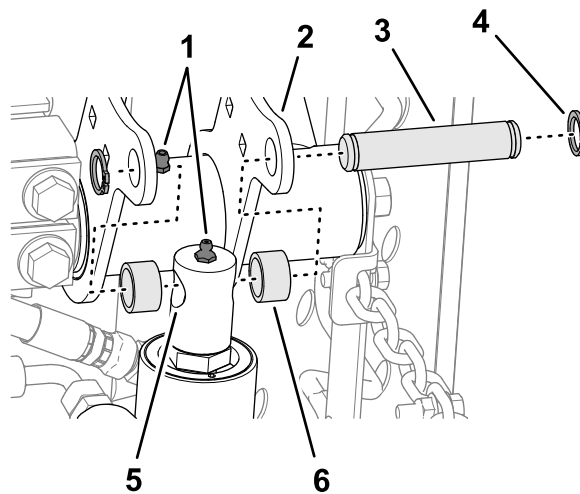

Figure 15
4. Déplacez lentement la tige du vérin de levage jusqu'à ce qu'elle soit alignée sur les trous des brides du bras de levage droit (Figure 15).
5. Fixez la tige sur les brides à l'aide de la goupille de montage, de 2 entretoises et de 2 circlips (Figure 15).
6. Appliquez de la graisse au lithium n° 2 sur le bras de levage et le vérin hydraulique (Figure 15).
- Alignez les trous dans les plaques du bâti porteur arrière sur les trous des plaques de montage de l'unité de coupe (Figure 15).